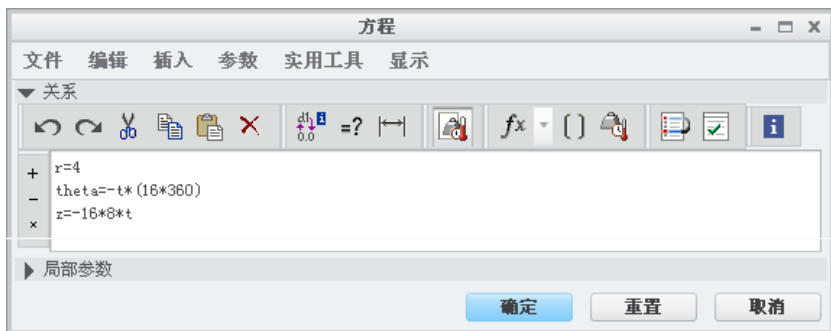

图 3.3.7 输入螺旋曲线的方程组
Step4. 输入螺旋曲线方程。在操控板中单击 **方程...** 按钮, 系统弹出“方程”对话框, 在对话框的编辑区域输入曲线方程, 结果如图 3.3.7 所示。